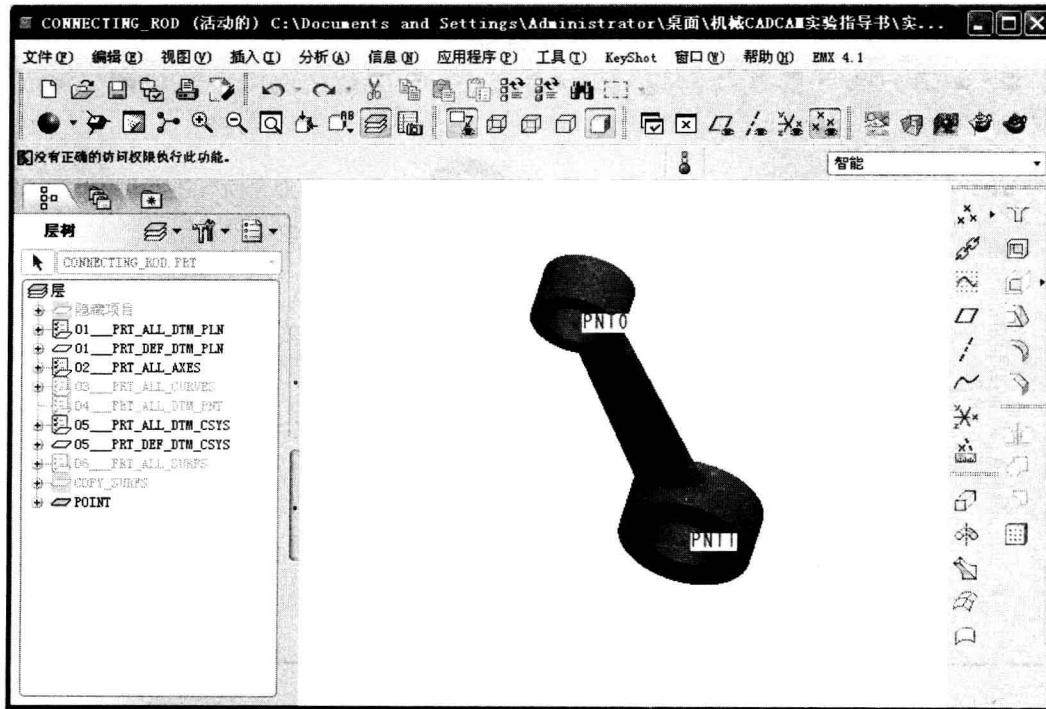

图 1-13 显示基准点
(4) 显示基准点：按下  按钮，模型显示效果如图 1-13 所示。